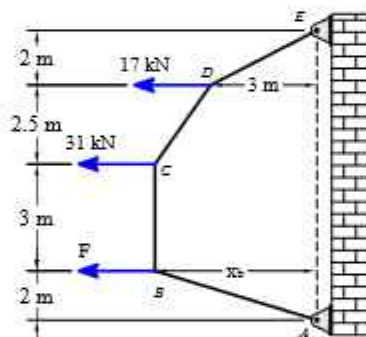

Figura 7.21
7.9 Determine la fuerza F , para que el cable BC permanezca vertical, además, calcule x_b en la figura 7.21